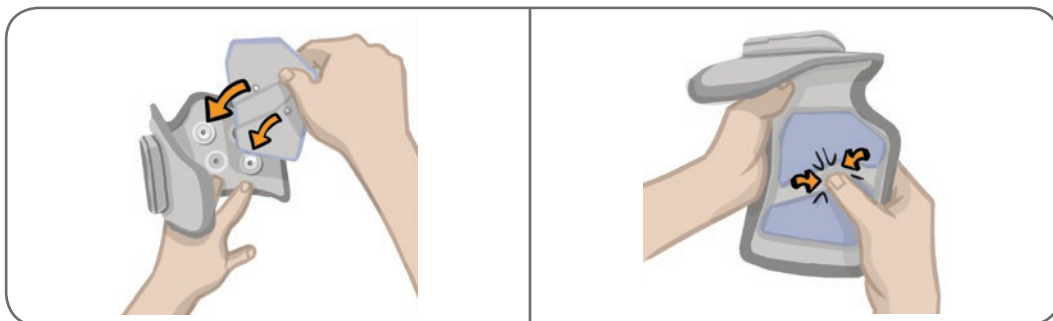

Ilustración 6-4: Alineación y sujeción del Electrodo Quick Fit
5. Asegúrese de que las cubiertas de broche de banda están bien colocadas. Alinee los broches naranja y azul del Electrodo Quick Fit con los orificios naranja y azul de la banda de EF de la parte inferior de la pierna. Consulte la ilustración 6-4.
6. Apriete con firmeza para encajar el Electrodo Quick Fit en la banda de EF de la parte inferior de la pierna. Consulte la ilustración 6-4.